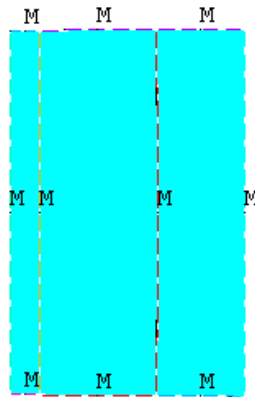

图11.11 用线控制单元尺寸
(11) 接着在图形视窗中选择玻璃纤维层（中间面）的短边，单击【OK】按钮，在【No. of element divisions】文本框中输入【5】，单击【Apply】按钮；再选择铝层（左侧面）的短边，单击【OK】按钮，在【No. of element divisions】文本框中输入【2】，单击【Apply】按钮；再选择四条长边，单击【OK】按钮，在【No. of element divisions】文本框中输入【16】，然后单击【OK】按钮。结果如图 11.11 所示。